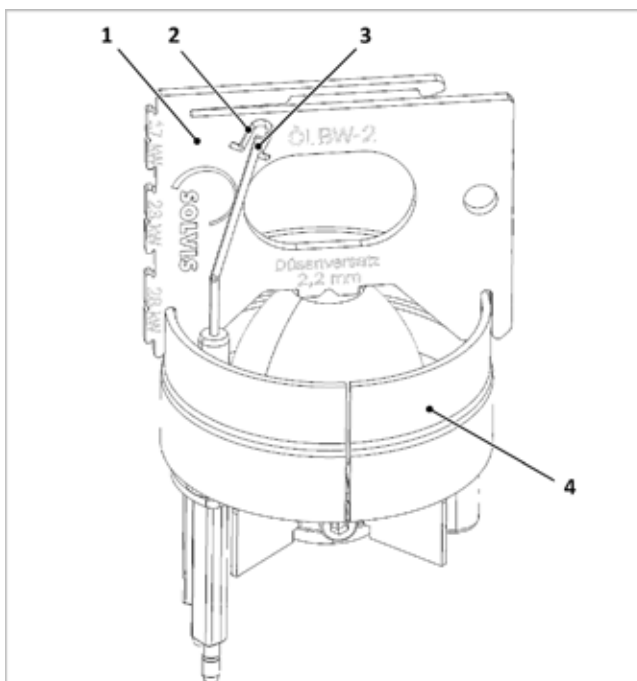

Fig. 142: Controllo degli elettrodi di accensione
- Posizione degli elettrodi (3) come nella → fig. 142 controllare ed eventualmente correggere piegando con cautela.
- Controllo della lunghezza minima. L'estremità inferiore della finestra di controllo (2) del calibro di regolazione fornisce la lunghezza minima degli elettrodi di accensione. Se la lunghezza degli elettrodi è solo leggermente questi dovranno essere sostituiti.